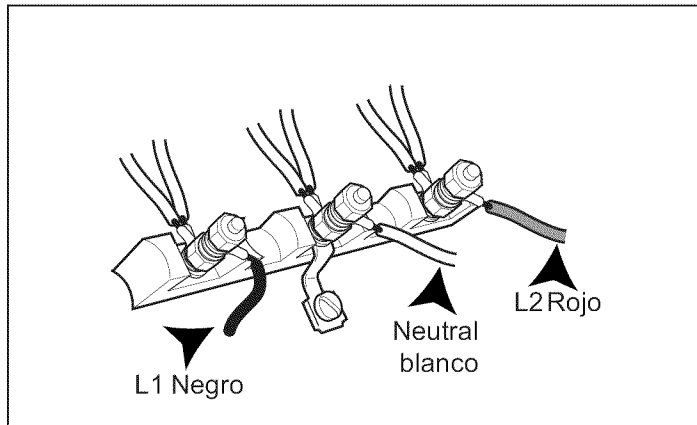

Figura 11: Conexión de 3 cables
2. Fije el cable neutral de tierra del circuito de alimentación a la borne central del bloque de terminales con una tuerca. (vea la Figura 11).